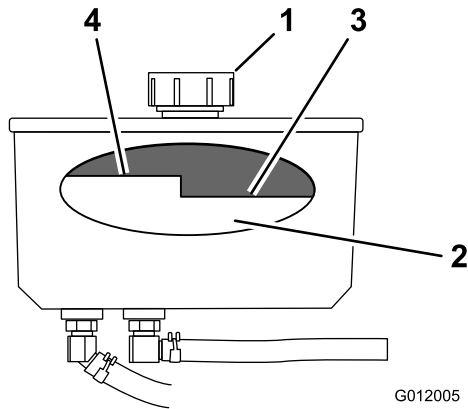

Bild 71
- Reinigen Sie den Bereich um den Deckel und den Einfüllstutzen des Hydraulikölbehälters (Bild 71).
- Drehen Sie den Deckel vom Einfüllstutzen ab (Bild 71).
Hinweis: Der Füllstand sollte bei heißem Öl unterhalb der Oberkante der heißen Einfüllmarkierung der Zwischenplatte sein (Bild 71).